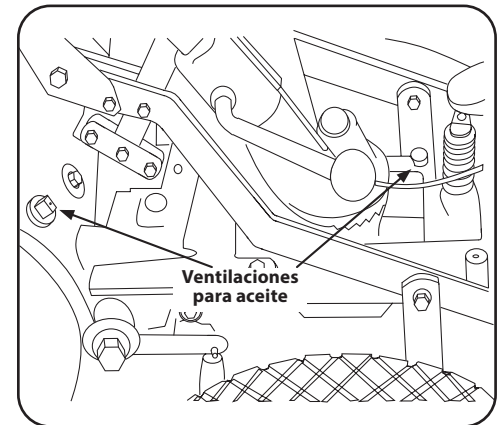

Figura 5-5
- Si se realiza la labranza en climas muy cálidos, el aceite para engranajes se puede calentar y dilatar dentro de las transmisiones. Para permitir esta dilatación del aceite, tanto la transmisión de la unidad eléctrica y las transmisiones del accesorio de los dientes cuentan con ventilaciones de descarga. Consulte la Figura 5-5.